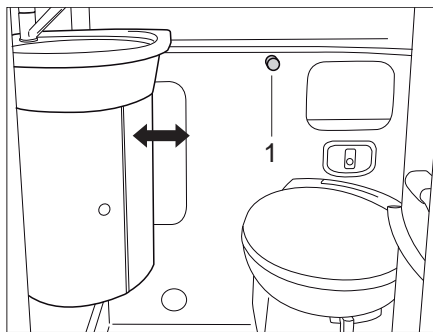

Fig. 252 Lavabo variable
- Girar el botón de cierre (Fig. 252,1) a la izquierda.
- Girar el botón de cierre (Fig. 252,1) a la derecha para bloquear el lavabo.